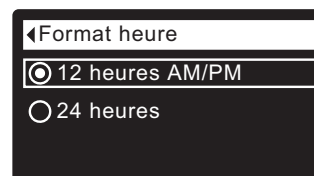

FIG. 58
1. À partir d'un écran d'état dynamique, appuyez sur le sélecteur (O) pour afficher le **Menu principal**.
3. Appuyez sur le sélecteur (O) pour afficher le menu des préférences utilisateur.
5. Appuyez sur le SÉLECTEUR (O) pour afficher le menu du format heure (cf. Figure 58).
6. Si le cercle à côté du format souhaité a déjà un point (cf. Figure 58), passez à l'étape 7. Sinon, appuyez sur le bouton BAS (▼) ou HAUT (▲) pour passer à l'autre format, puis sur le SÉLECTEUR (O) pour valider votre choix.
7. Appuyez sur le sélecteur (O) : l'afficheur revient au menu des préférences utilisateur.